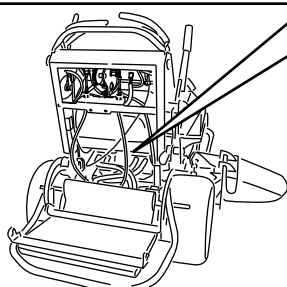

Figura 25
3. Aprite la valvola di bypass su entrambe le pompe facendole ruotare in senso antiorario di 1 o 2 giri (Figura 25).